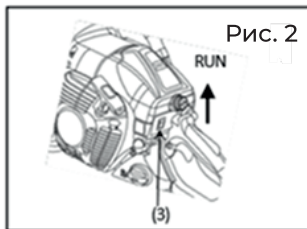

Рис. 2
Переведите переключатель (3) в положение «I» (ВКЛ) (Рис. 2).